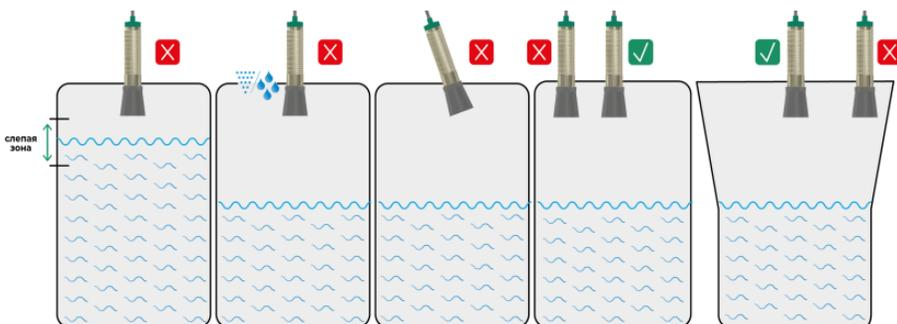

Рисунок 12 – Правила установки ДПУ
2.10.2 Рисунок 12 иллюстрируют правила установки ДПУ в качестве датчика уровня: